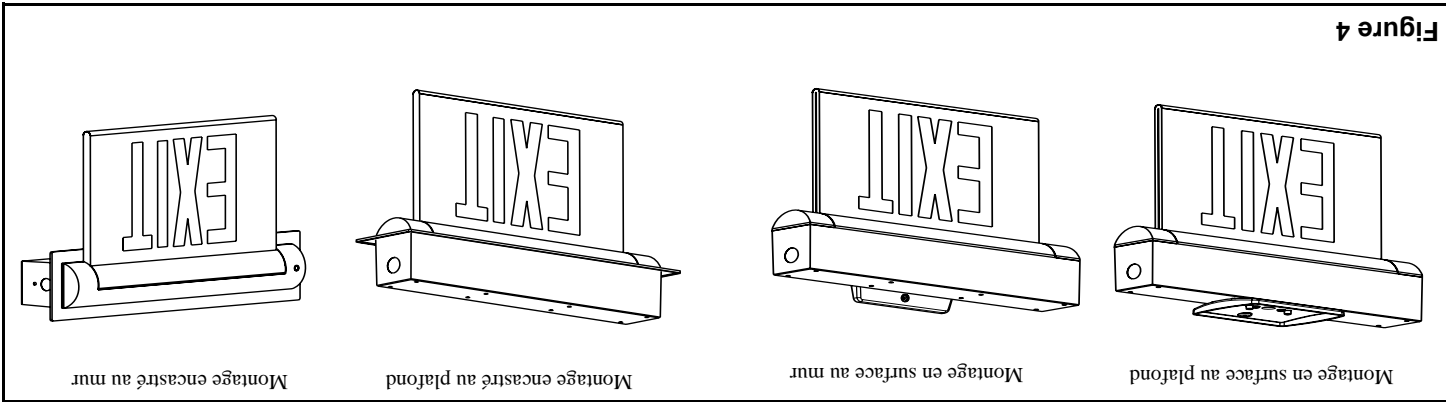

Figure 4
1. Le module de la plaque garniture est assemblé pour le montage au plafond, en surface ou encastré (Figure 4). Si vous faites ce genre de montage, procédez à l'étape 3.